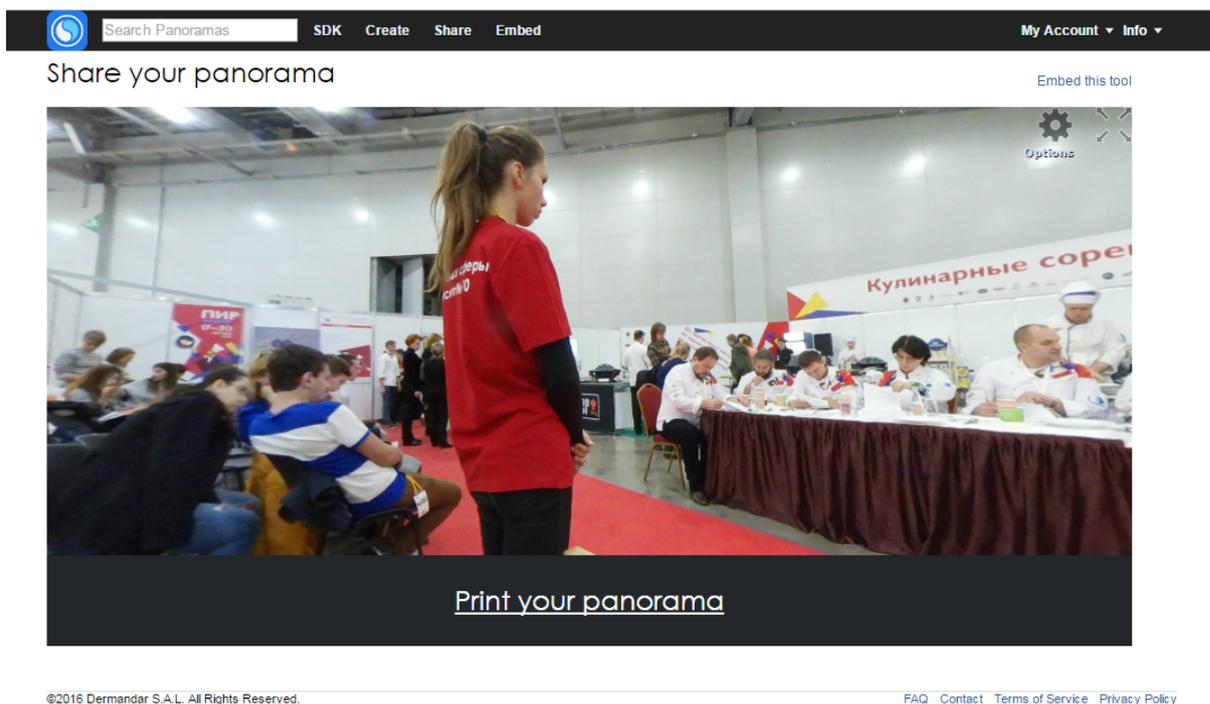

Рис. 5. Просмотр загруженной панорамы
3. Почти сразу же после этого мы увидим нашу панораму на экране, уже в соответствующем плеере (рис. 5). Можно «зацепить» кадр мышью и произвольно вращать панораму, осматривая ее всю (кроме небольшого участка в самом низу, закрытого баннером с предложением распечатать панораму, но это – лишь временно).